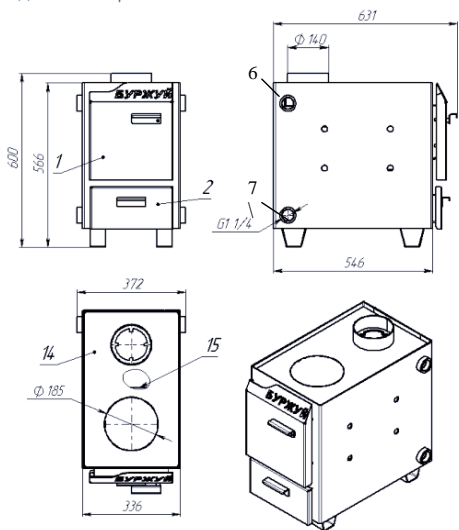

Рис. 1.1. Буржуй™ КП 10
Основные элементы конструкции котла показаны на Рис. 1.1 - Рис. 1.5.
3.1. Котел (Рис. 1.1 - 1.5.) представляет собой сварную конструкцию из листовой стали, состоящую из камеры сгорания и корпуса котла (теплообменника).